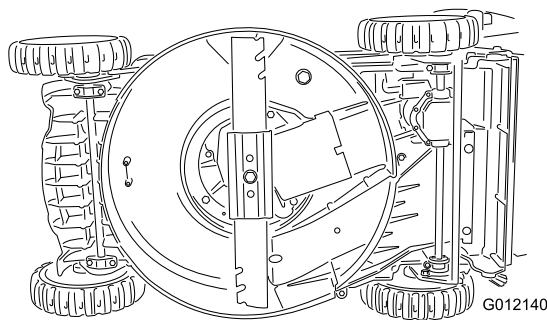

Figura 25
2. Inclinate la macchina sul fianco (Figura 25) con l'asta di livello in basso.